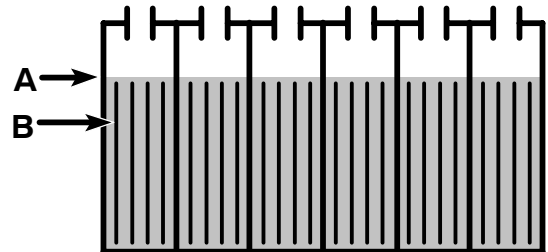

FIG. 22
3. Avant de mettre en charge les batteries, vérifiez périodiquement le niveau d'électrolyte dans chaque élément de batterie (Figure 22).
Le niveau d'électrolyte (A) doit légèrement recouvrir les plaques de batteries (B). Ajoutez de l'eau distillée si nécessaire. **NE REMPLISSEZ PAS TROP**, le fluide va augmenter de volume et risque de déborder lors de la mise en charge. Remettez les bouchons sur les éléments, avant la mise en charge (Figure 22).